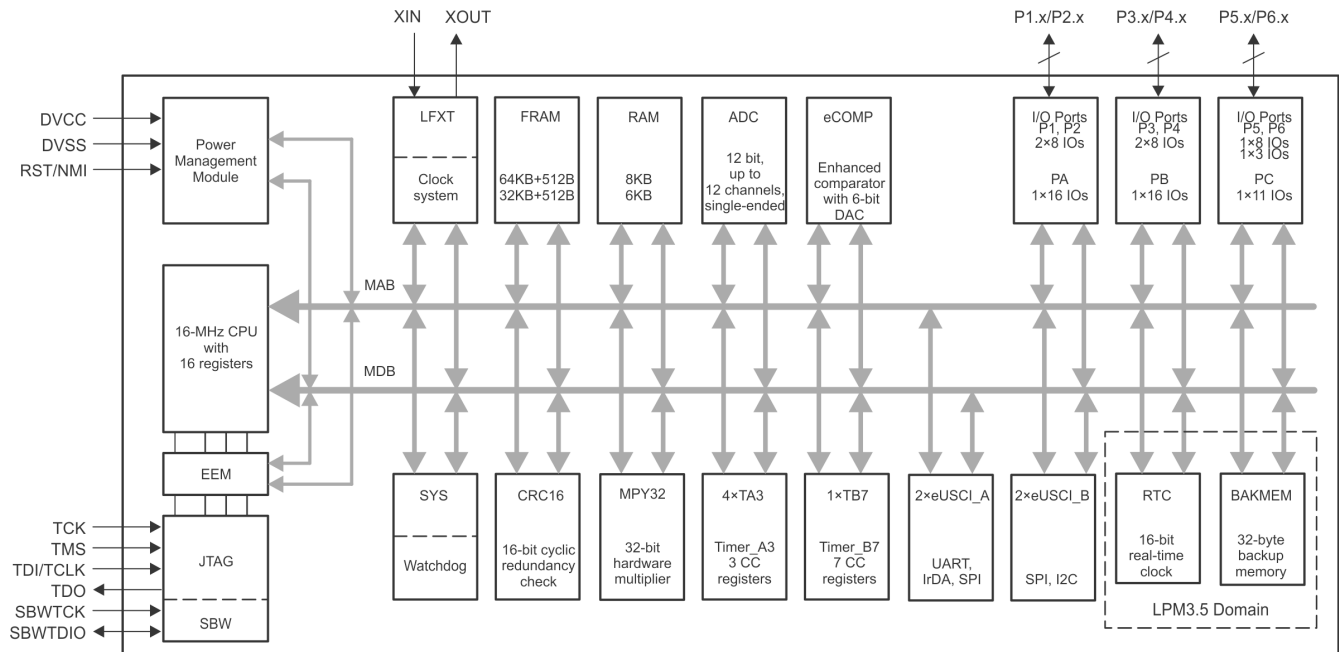

図 4-1. 機能ブロック図
機能ブロック図を、図 4-1 に示します。
- ドキュメントのステータスを「量産データ」に変更..... 図 4-1「機能ブロック図」の MSP430FR2673 と MSP430FR2672 のメモリ・サイズを追加 - Updated セクション 8.7 Low-Power Mode (LPM3, LPM4) Supply Currents (Into V_{CC}) Excluding External Current with production values	1 3 23